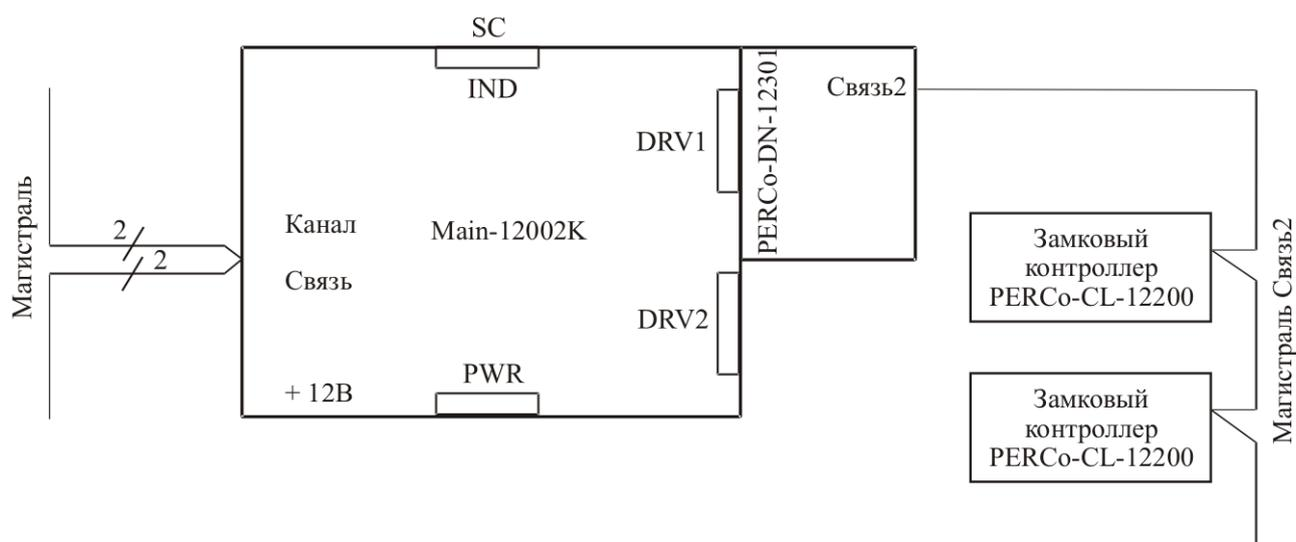

Рисунок 8 – Подключения к PERCo-DN-12301
(см. Рисунок 8, Приложение В)
**Турникет с блоком управления** (см. Рисунок 8, Приложение В)